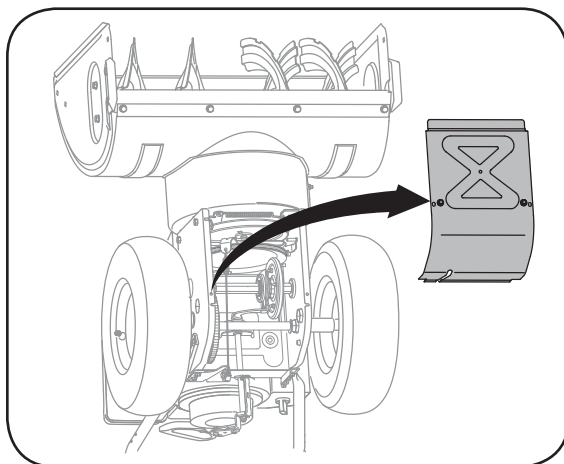

Figure 6-5
2. Basculez doucement la souffléuse vers l'avant pour la faire reposer sur l'habillage de la tarière. Voir la Figure 6-5.
2. Basculez doucement la souffreuse vers l'avant pour la faire reposer sur l'habitacle de la tarière. Démontez le couvre-châssis du dessous de la souffreuse en retirant les vis auto-taradeuses qui le maintiennent en place. Voir la Figure 6-5.